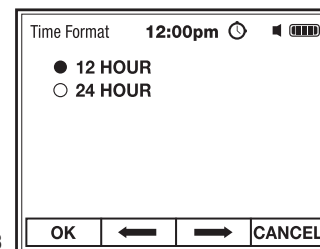

Fig. 28
2. Utilice los botones **F2 $\Leftarrow$** y **F3 $\Rightarrow$** para seleccionar un reloj de 12 horas o de 24 horas (Fig. 28).
3. Pulse el botón **F1 OK** para guardar la configuración y volver al Menú de Fecha/Hora (Fig. 28)